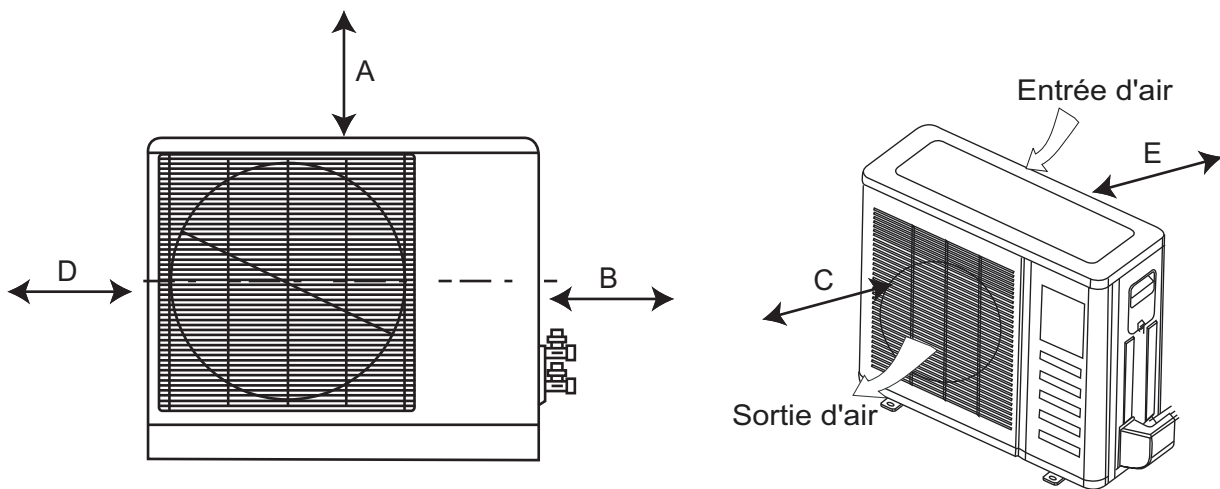

Fig. 7 — Dégagement de l'appareil extérieur
Laissez suffisamment d'espace pour permettre la circulation d'air et l'entretien de l'appareil. Consultez la figure 7 pour connaître les distances minimales requises entre l'appareil et les murs ou les plafonds.
- Emplacement qui fournit les dégagements appropriés (voir la figure 7).